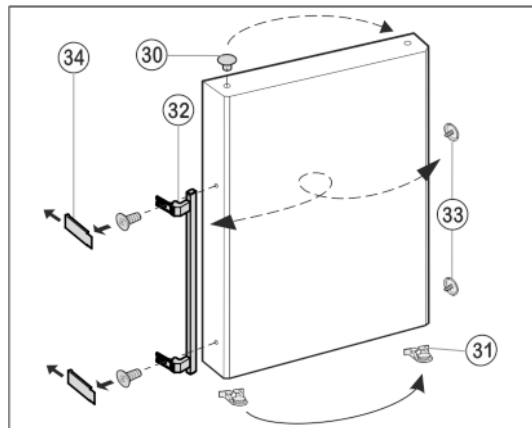

Fig. 11
- ▶ Wyciągnąć wkładkę Fig. 11 (30) z zawiasu drzwi i przełożyć na drugą stronę.
- ▶ Zdemontować uchwyt drzwi Fig. 11 (32), zatyczki Fig. 11 (33) oraz płytki dociskowe\* Fig. 11 (34) i przełożyć je na przeciwną stronę.